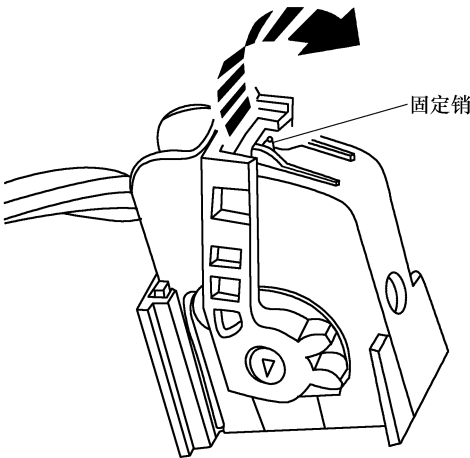

图 9-3-3 按下固定销并沿箭头方向转动吊环
(4) 如图 9-3-3 所示，按下固定销，并沿箭头方向转动吊环。